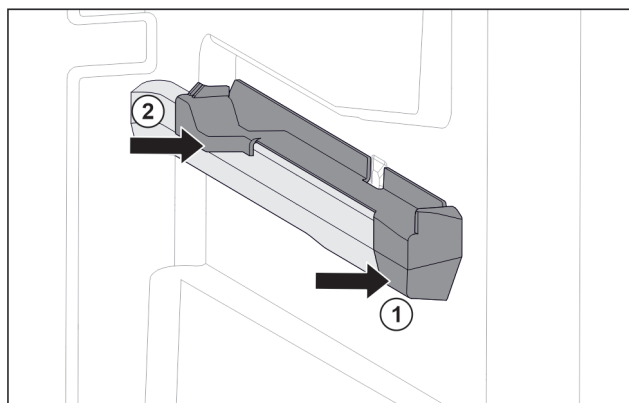

Fig. 84 Elemento inseribile sulla nervatura destra del contenitore
- Posizionare l'elemento inseribile sulla parte anteriore della nervatura del contenitore. Fig. 84 (1)
- Premere l'elemento inseribile sulla parte posteriore. Fig. 84 (2)